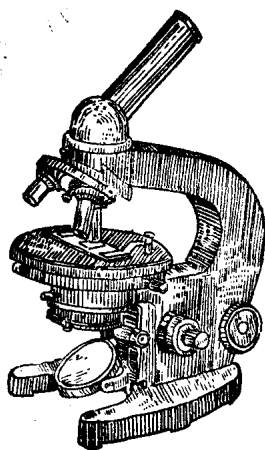

图1 显微镜
2. 油镜的放大倍数为 $100\times$ 或 $90\times$ ，使用时应查看油镜上标明的倍数（图1）。